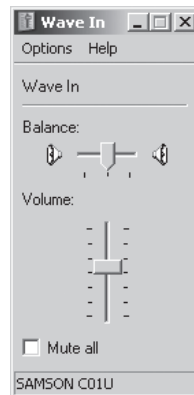

Abb. 4
4. Das Wave In-Fenster bestimmt die computergesteuerte Verstärkung oder schaltet das Mikrofon stumm. Der Gain-Bereich beträgt -62 dB bis $+48$ dB (Abb. 4).